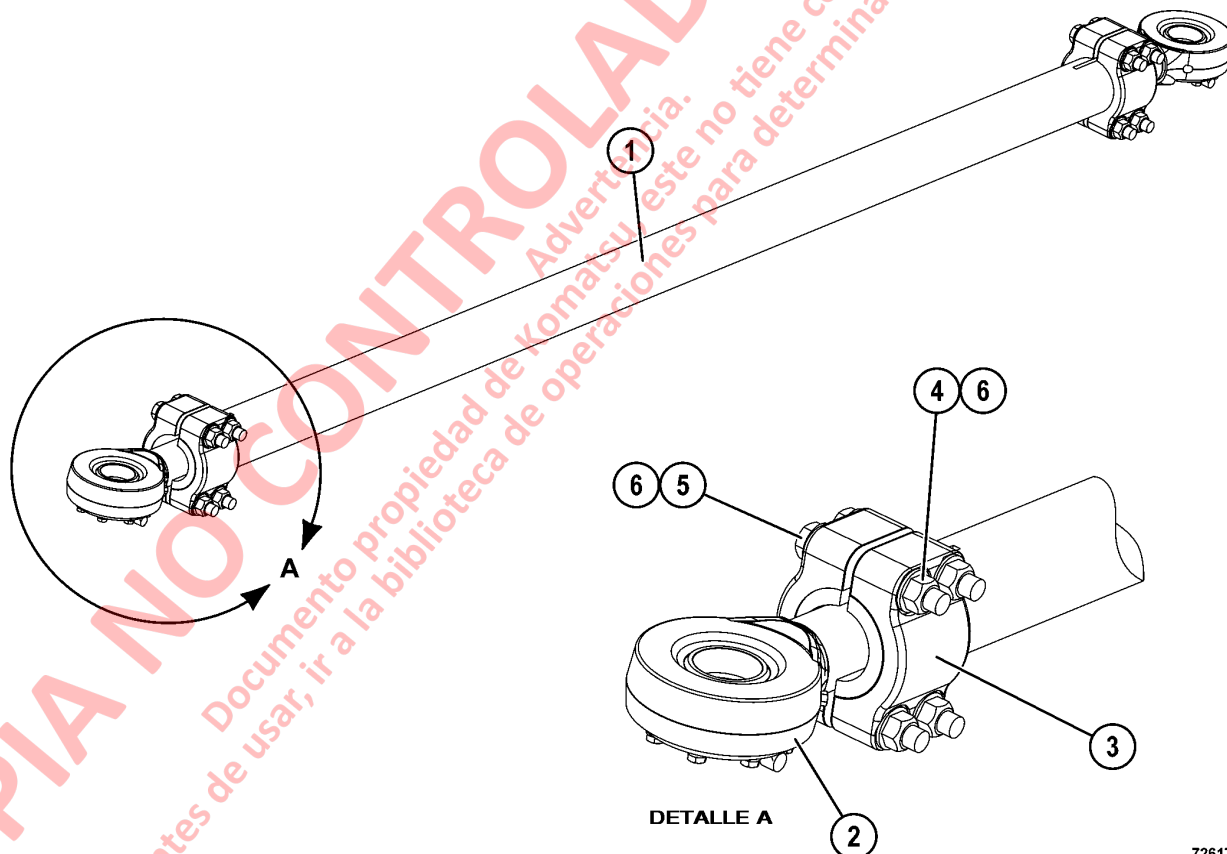

FIGURA 3-17. CONJUNTO NUEVO DE LA BARRA DE DIRECCIÓN
- a. Suelte las tuercas de seguridad de la abrazadera (4, Figura 3-17) en la barra de dirección. Gire la estructura de la barra de dirección lo necesario para obtener la configuración correcta de convergencia hacia adentro.
- b. Asegúrese de que los pernos (5) estén paralelos al suelo, como se muestra, y que el espacio entre abrazaderas (3) esté alineado con la ranura en la estructura de la barra de dirección.
5. Apriete los pernos (5, Figura 3-17) a $1\ 017 \pm 102\ \text{N}\cdot\text{m}$ ($750 \pm 75\ \text{lb}\cdot\text{ft}$).